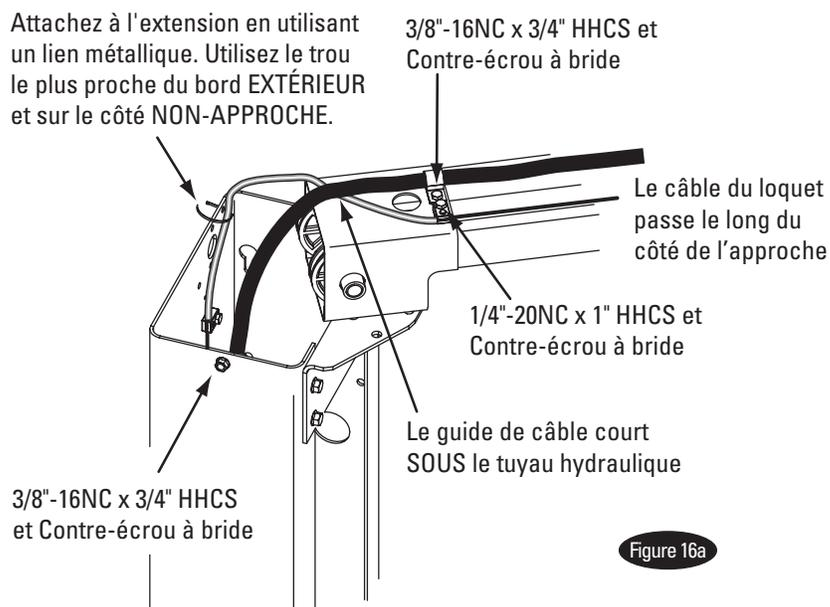
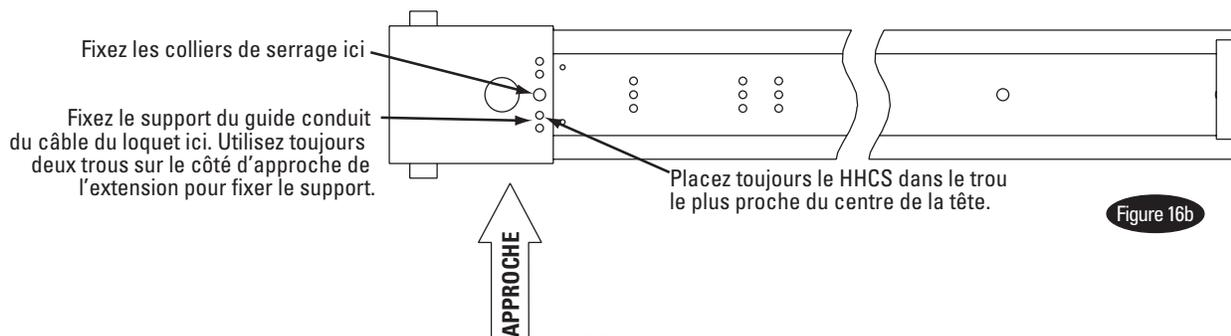
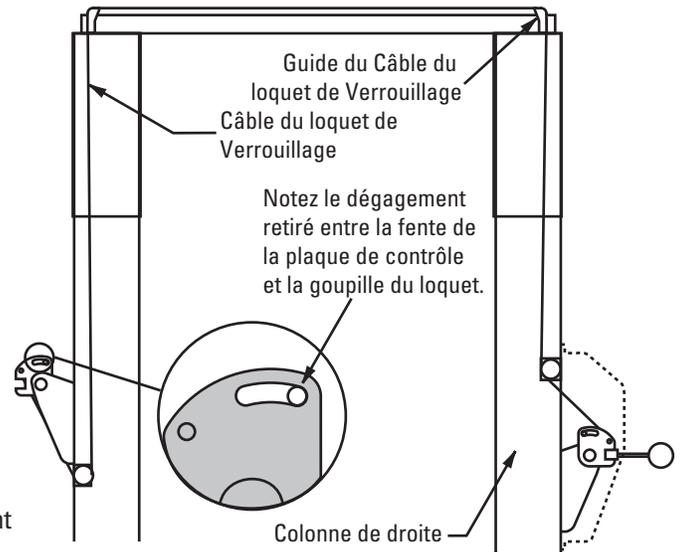
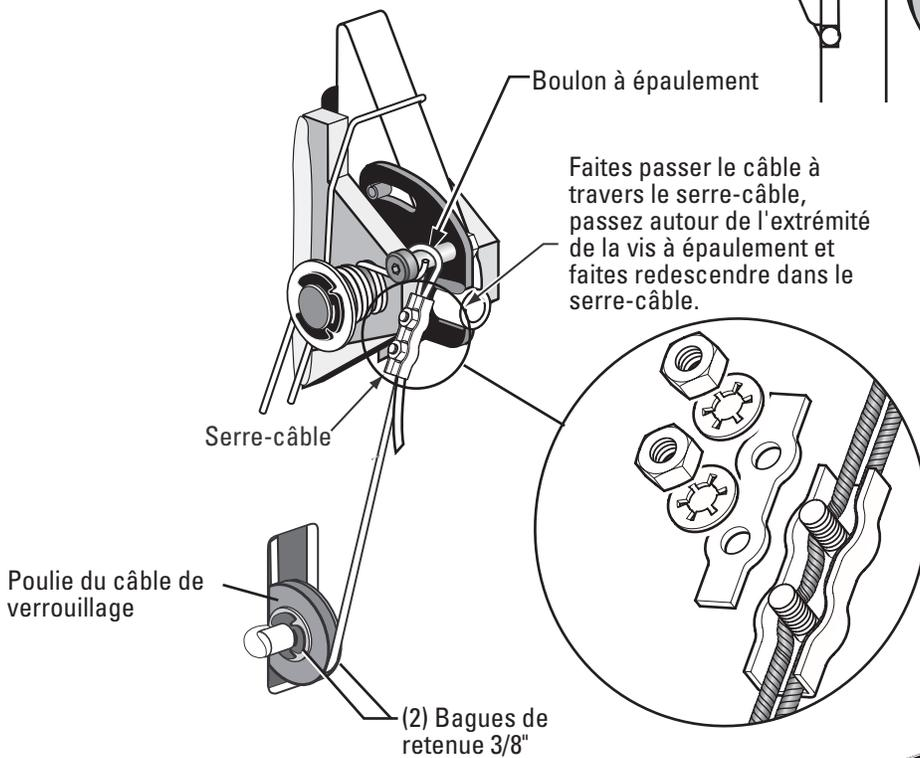

Figure 16a
Figure 16b
Figure 18
Figure 19
base de la colonne, Figure 14. Acheminez le tuyau de la suspension dans le canal de la colonne à l'extérieur de la colonne, Figure 14. Le tuyau de la suspension passe au-dessus de l'extrémité supérieure de l'assemblage suspendu, Figure 12 & Figure 16a & Figure 16b.
- D) Fixez les supports de guidage du conduit du câble du loquet de verrouillage à la suspension, comme illustré, Figure 16a et Figure 16b. Toujours utiliser les trous sur le côté d'approche de l'élévateur. Le HHCS devrait être dans le trou le plus proche du centre de la suspension, Figure 16b.
- E) Acheminez le câble à l'intérieur de la colonne et à travers le guide du câble du loquet de verrouillage, Figure 16a et Figure 18.
À l'aide des attaches métalliques fournies, attachez le guide-câble à l'extension de la colonne tel qu'illustré, Figure 16a. Le guide doit être fixé dans le trou le plus proche du bord extérieur de la colonne du côté NON-APPROCHE.
- F) Continuez à acheminer le câble vers le verrou du guide-câble de la colonne gauche, Figure 16a et Figure 18, en acheminant le câble à travers le verrou du guide-câble de la colonne gauche, Figure 16a.
de la colonne tel qu'illustré, Figure 16a. Le guide doit être fixé dans le trou le plus proche du bord extérieur de la colonne du côté NON-APPROCHE.
- G) Faites descendre le câble à l'intérieur de la colonne de gauche et alimentez l'extrémité du câble à travers la fente inférieure de la poulie du câble du loquet de verrouillage de façon à ce que le câble soit à nouveau sorti de la colonne, Figure 19.
- H) Installez la poulie du câble du loquet de verrouillage et les bagues de retenue dans la fente inférieure de la colonne de non puissance, tel qu'illustré, Figure 19.
- I) Acheminez le câble sous le côté inférieur de la poulie du câble du loquet de verrouillage, Figure 19.
- K) Insérez le câble dans le serre-câble d'un côté, faites une boucle autour de la tête de la vis à épaulement puis vers le bas, en insérant le câble le long de l'autre côté du serre-câble, Figure 19. Placer la partie supérieure sur le serre-câble, en serrant à peine.
- L) Ensuite, tirez la plaque de commande vers le bas, Figure 18 et Figure 19, pour éliminer tout jeu entre la fente de la plaque de commande et la goupille du verrou, Figure 18.